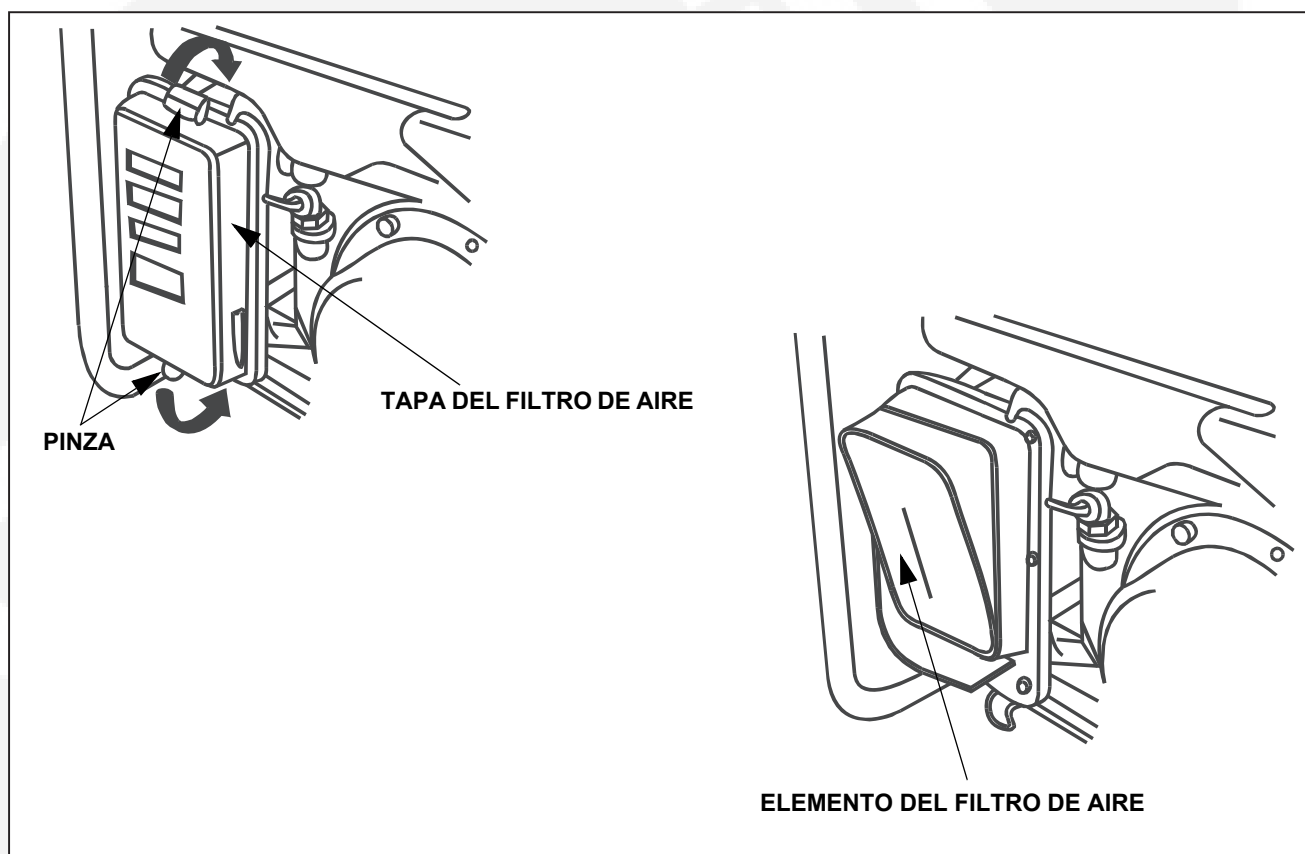

FIGURA 10. FILTRO DE AIRE
Ver la Tabla 3 para el mantenimiento programado del filtro de aire. Limpiar más a menudo en entornos polvorientos. Ver la Figura 10.
3. Asegurarse de que la batería esté fijada con seguridad en su lugar en la escuadra de montaje (Figura 10).